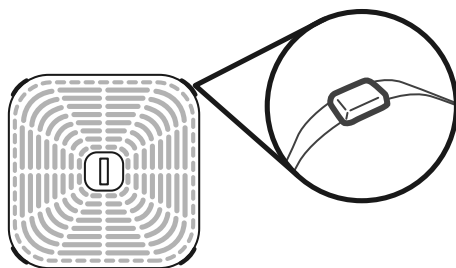

Figura 1.2
- Al colocar el plato para tostar en la cesta, inclínalo para introducir primero un lado y, luego, presiona hacia abajo el otro lado **[Figura 1.2]**